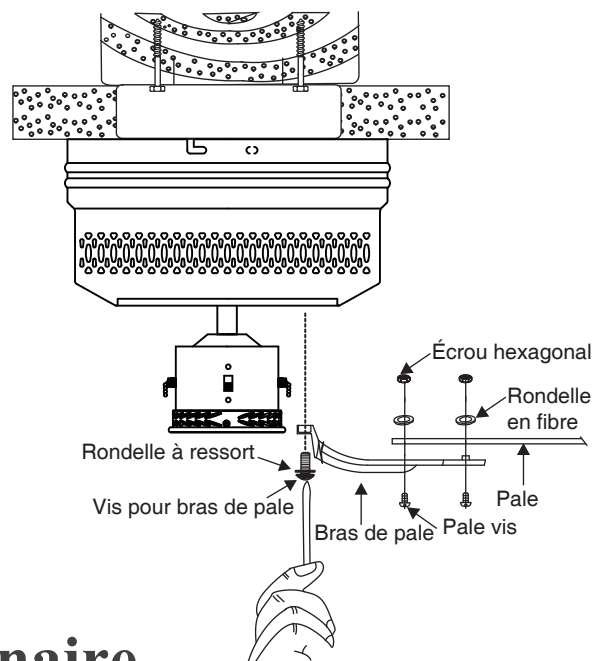

Fig. 9
1. Fixez la pale au bras de pale en utilisant les vis de pales, les rondelles en fibre et les écrous hexagonaux tel qu'illustré dans la Fig. 9.
3. Fixez un bloc de pale au moteur à l'aide des deux vis de bras de pale et des rondelles à ressort fournies (voir Fig. 9).